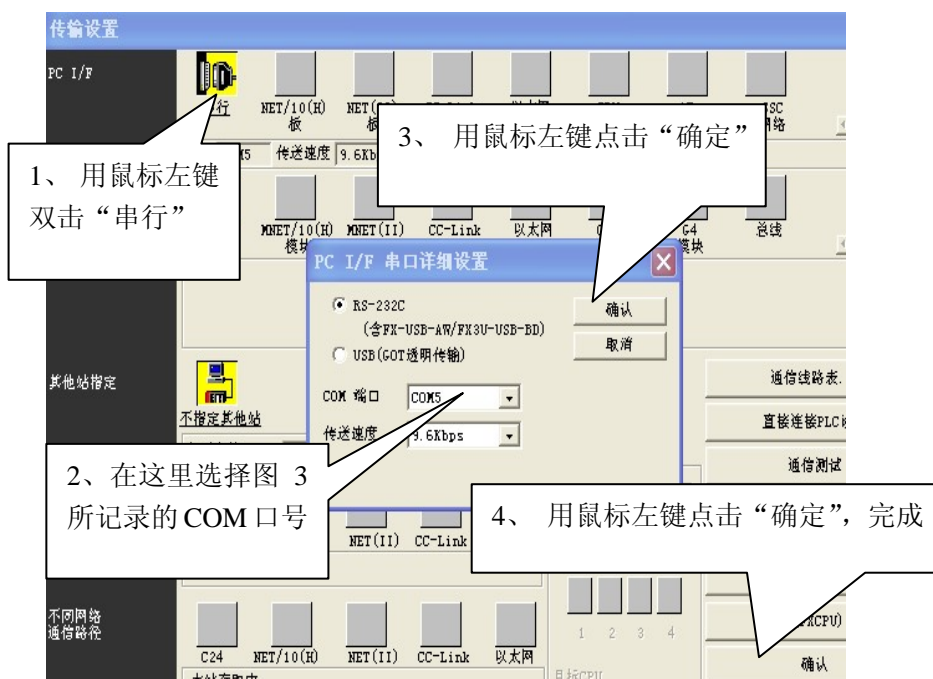

图 4-25 设置 PLC 与计算机连接 COM 口
在“三菱 Gx-Developer”PLC 编程界面用鼠标左键点击菜单栏“在线 (O)”弹出图 4-24 子菜单，再用鼠标左键点击“传输设置 (C)”进入下图 4-25。